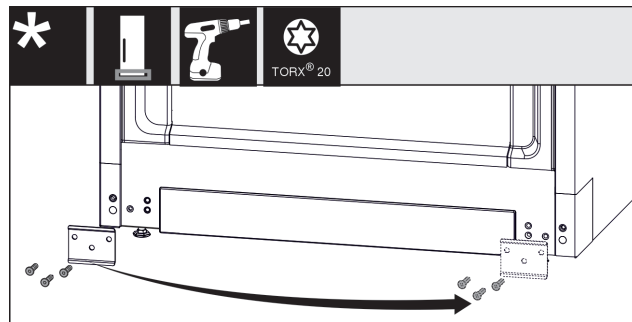

Fig. 15
- Відкрутіть щиток Fig. 15 (1), переставте його на інший бік і знову прикрутіть.